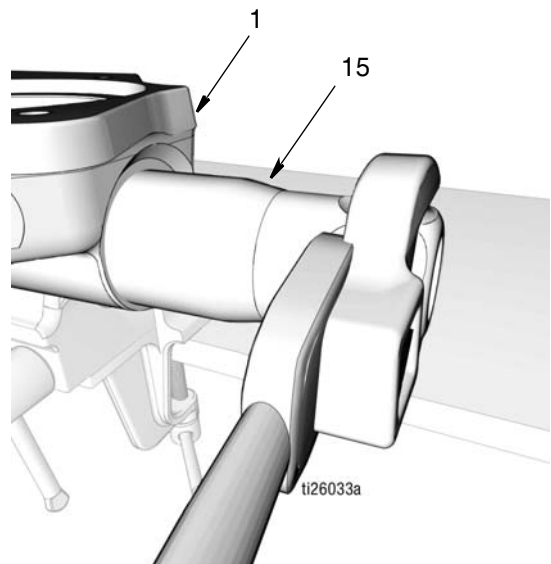

FIG. 44
- c. Visser le clapet anti-retour de sortie (15) dans la base de la pompe (1) (FIG. 44). Bien serrer. Puis serrer à un couple de 67,8 à 74,5 N•m (50 à 55 po-lb).